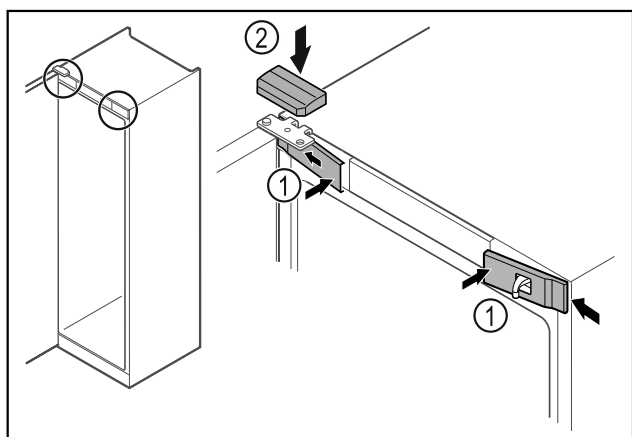

Fig. 38
- ▶ 从侧部挂入前盖板 Fig. 38 (1) 并将其卡紧。
- ▶ 从上方卡紧上盖板 Fig. 38 (2)。